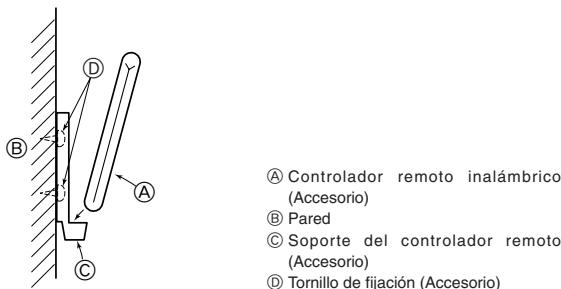

Fig. 9-1
9.1. Controlador remoto inalámbrico (Fig. 9-1)